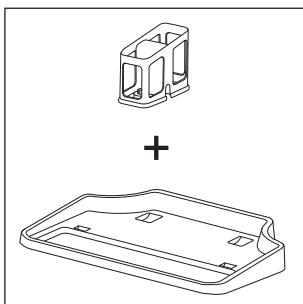
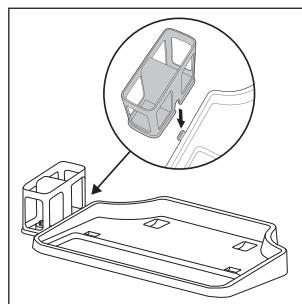

Fig. 4
Fig. 5
- ◆ Stația de parcare și curățare constă dintr-o tavă de depozitare ④ și un suport pentru rolă perie ⑤ (a se vedea fig. 4). Pentru a monta stația de parcare și curățare, împingeți suportul pentru rolă perie ⑤ lateral, în orificiul tăvii de depozitare ④. Împingeți în jos suportul pentru rolă perie ⑤ până când se cuplează cu un clic în orificiu și este bine așezat pe tava de depozitare ④ (a se vedea fig. 5).